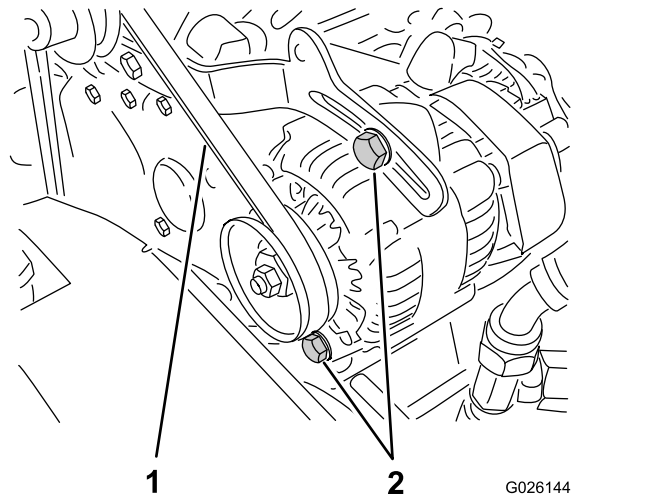

図 63
2. クランクシャフトとオルタネータのプーリー間の中央でベルトを指で押してベルトの張りを点検する 押す力は 10kg 程度 (図 63)。
- A. オルタネータの取り付けボルト 2 本をゆるめる 図 63。
- B. エンジンとオルタネータの間にバールを入れて適当な張りに調整し、取り付けボルトを締め付ける 図 63。